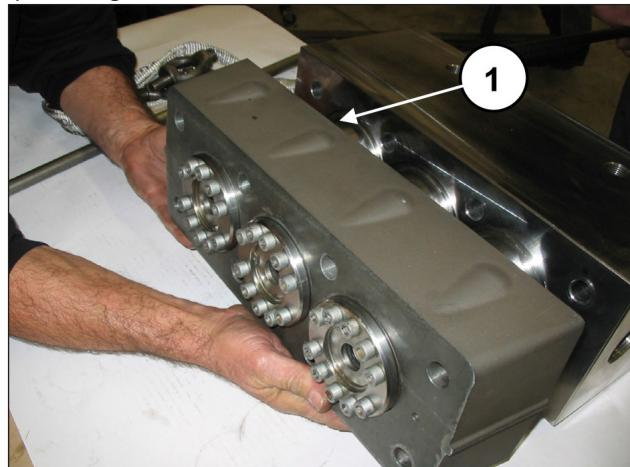

Fig. 98
Separar o espaçador para camisas dos grupos de camisas (pos. ①, Fig. 98).